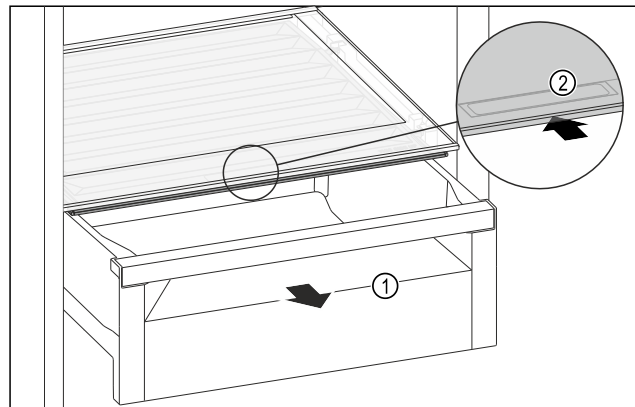

Fig. 147
- Schuifvak Fig. 147 (1) uittrekken.
- Greeplijst Fig. 147 (2) op het vakdeksel vastpakken en het vakdeksel gelijktijdig naar achteren schuiven.